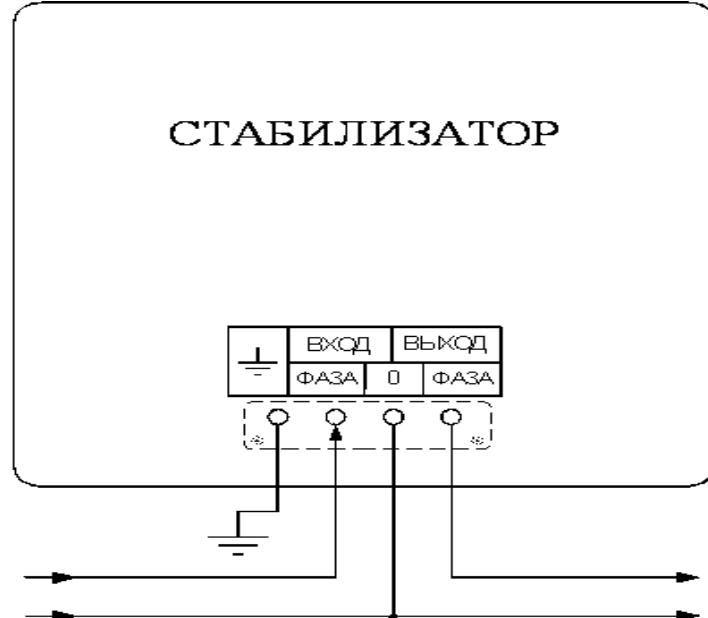

Рисунок 3 – Подключение проводов силового входа/выхода
1. Снять крышку клеммной коробки с тыльной стороны аппарата – рисунок 3 **(не ставьте стабилизатор на переднюю панель!).**
3. Подключить провода силового ввода на контакты «ВХОД» - рисунок 3 «фаза».
4. Подключить выводящие провода на контакты «ВЫХОД» - рисунок 3 «фаза».